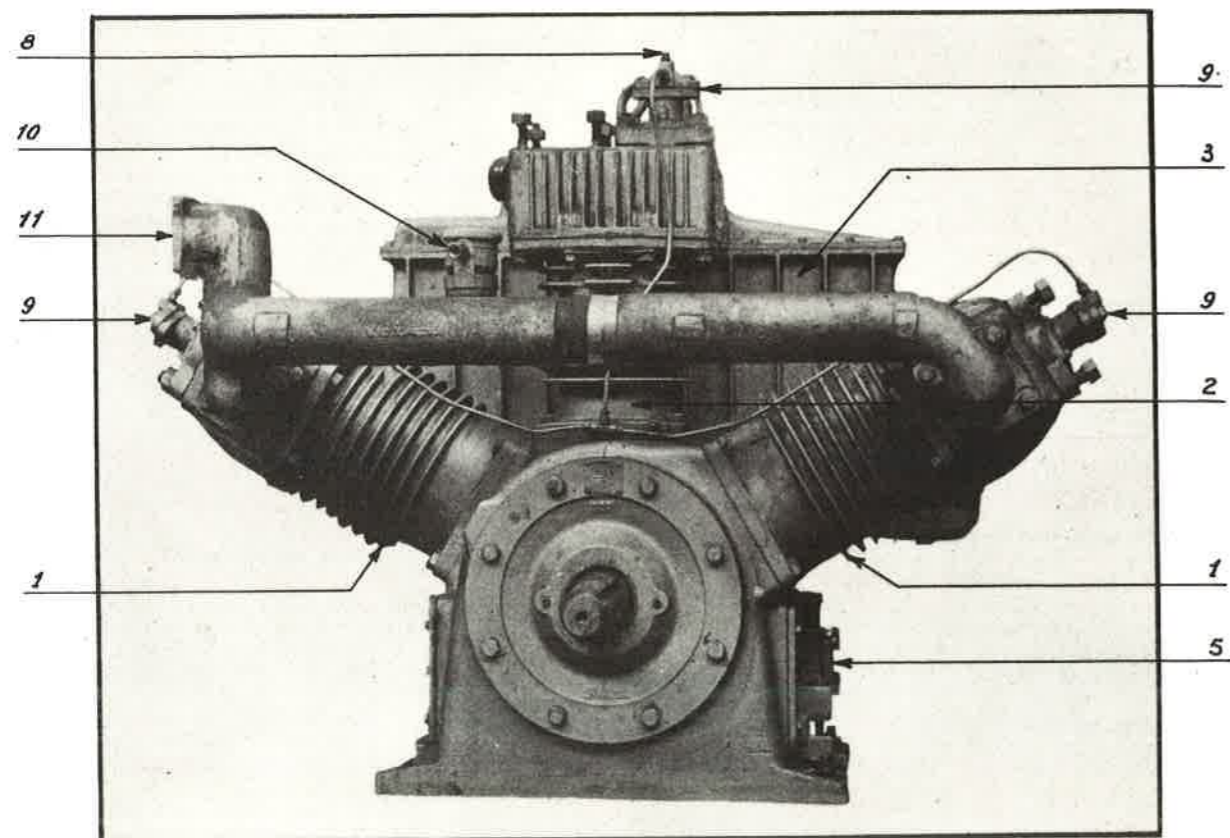

Fig. V-1.
1. Compresseur (fig. V-1 et V-2).
Il passe ensuite dans un réfrigérant équipé d'un manomètre et d'une soupape de sûreté réglée à 3 kg/cm² (fig. V-1 et V-2).